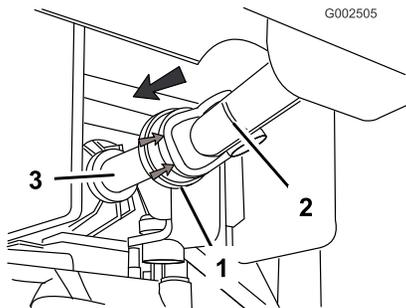

Figura 22
- Tire hacia atrás de la cubierta de goma de la parte delantera del árbol de la toma de fuerza (Figura 22).
- Instale el eje motor en el árbol de salida de la toma de fuerza (Figura 22).